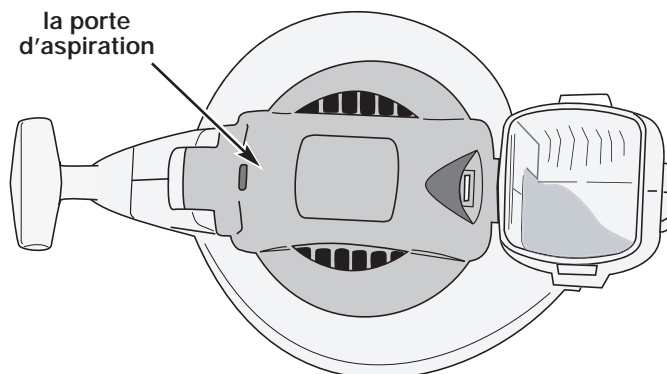

Fig. 3
3. Retournez la machine pour qu'elle soit dressée sur le bouclier de l'échappement. Le devant de la machine et la porte d'aspiration devraient vous faire face (Fig. 3).